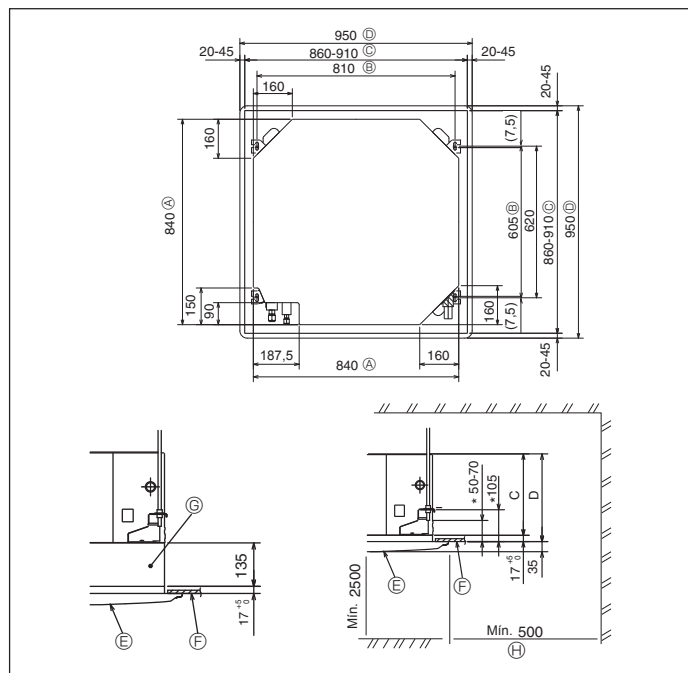

Fig. 3-2
### 3.2. Apertura del techo y ubicación de los tornillos de suspensión (Fig. 3-2)
- Las dimensiones de la apertura del techo pueden ajustarse dentro de los valores indicados en la Fig. 3-2; centre la unidad principal en la apertura asegurándose de que los lados opuestos respectivos alrededor de la apertura sean idénticos.